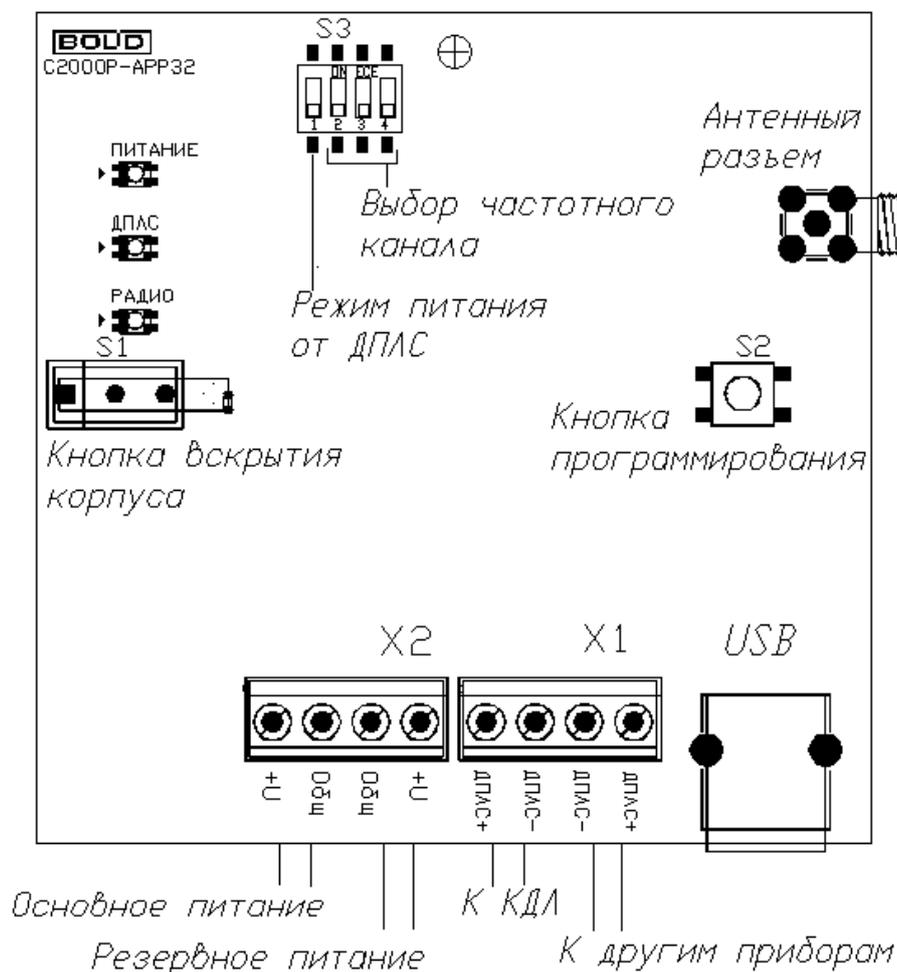

Рисунок 4.1 «С2000P-APP32»
Существует два режима питания APP32, выбор режима осуществляется посредством переключателя S3.1 (см. Рисунок 4.1).
В режиме питания от внешних источников, подключаемых к клеммам X2 (см. Рисунок 4.1), при штатной работе системы отсутствует потребление из сети ДПЛС. В данном режиме APP32 контролирует напряжение внешних источников питания, которое должно находиться в диапазоне от 9 до 28 В.
АРР32 имеет три двухцветных светодиодных индикатора (см. Рисунок 4.1):
2. Подключите антенну, входящую в состав прибора, к антенному РЧ разъему на плате (см. Рисунок 4.1);
Выбор РЧ канала осуществляется вручную посредством переключателей S3.2—S3.4 (см. Рисунок 4.1), либо в автоматическом режиме. После выбора канала APP32 и все подключённые к нему РУ переходят на выбранный канал в течение 90 с.
Процедура запускается посредством комбинации нажатий кнопки программирования **S2** (см. Рисунок 4.1) «*двойное короткое – длинное*». Процедура анализа занимает 4 минуты, при этом подаётся световая индикация: «Питание» и «ДПЛС» выключены, «Радио» поочерёдно мигает зелёным и жёлтым с частотой 4 раза в секунду.
- Установите переключатели S3.2, S3.3 и S3.4 (см. Рисунок 4.1) в положение «On».